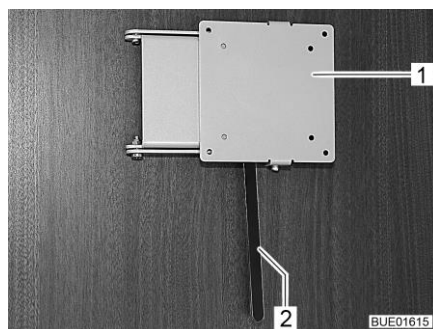

Bild 111 Hållare med låsspak
- Tryck låsspaken (Bild 111,2) åt sidan och sväng fästet (Bild 111,1) med den platta bildskärmen till önskat läge.
- Vrid tillbaka den platta bildskärmen tills fästet (Bild 111,1) hakar fast i låset.